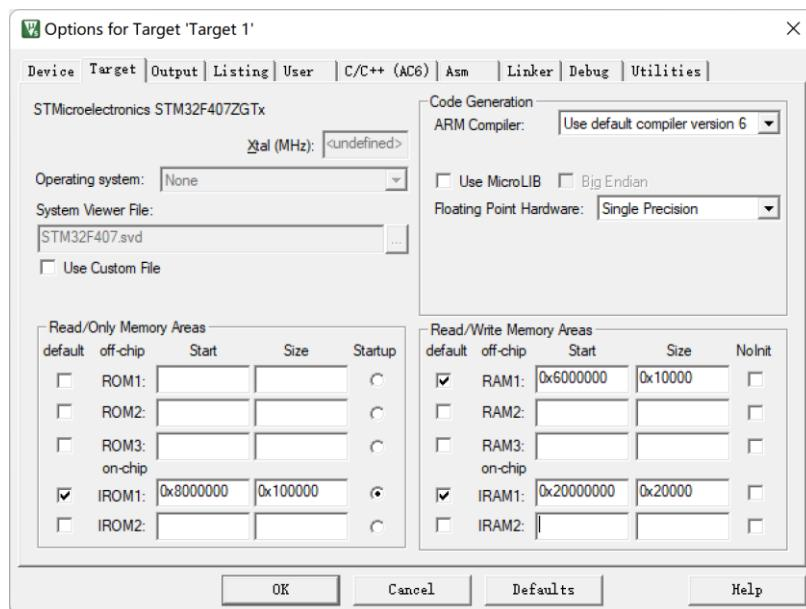

图 1 某 STM32 系统的片内存储器
- (1) 已知该计算机采用补码表示法, 写出 s[6]的真值 (写出表达式即可)。
- (2) 列出 s[6]所占用的 4 个存储单元的地址。
- (3) 写出 s[6]所占用的 4B 中最高地址所对应字节的二进制值。
- (4) 列出 s[6]载入 Cache 后, 其 4B 各自对应的 Cache 地址。
- (5) 代码执行过程中, 访问数组 s 的数据 Cache 缺失次数是多少?
43、某系统采用 STM32F407 处理器 (Cortex-M4, 32 根地址线, 32 根数据线), 存储器按字节编址。根据图 1 信息, 回答下列问题。